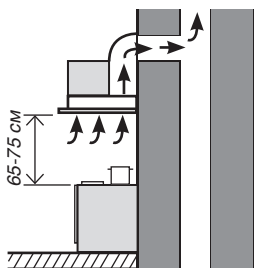
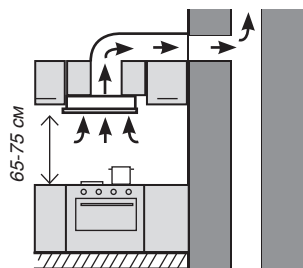
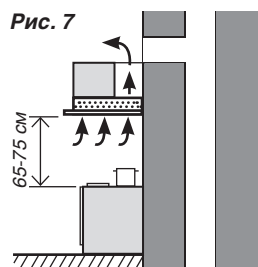

Рис. 6
Рис. 6.1
Рис. 7
- **Воздухоочиститель необходимо устанавливать над электрическими плитами на высоте не менее 65 см, над газовыми горелками — не менее 75 см. (Рис. 6, Рис. 7).**
В РЕЖИМЕ ОТВОДА ВОЗДУХА ЧЕРЕЗ ВЕНТИЛЯЦИОННУЮ ШАХТУ (Рис. 6, Рис. 6.1) воздухоочиститель посредством гофрированного шланга или пластикового воздуховода подключается к вентиляционной шахте. И, таким образом, все кухонные испарения, запахи, гарь и копоть, проходя через многоразовые жировоулавливающие фильтры, выводятся за пределы помещения. При данном режиме работы нет необходимости устанавливать угольные акриловые запахоулавливающие фильтры. Режим отвода является наиболее эффективным, поскольку воздухоочиститель удаляет все кухонные испарения за пределы кухни в вентиляционную шахту.
В РЕЖИМЕ РЕЦИРКУЛЯЦИИ (Рис. 7) воздухоочиститель не подключается к вентиляционной шахте, и таким образом, воздух просто прогоняется через воздухоочиститель внутри кухни.